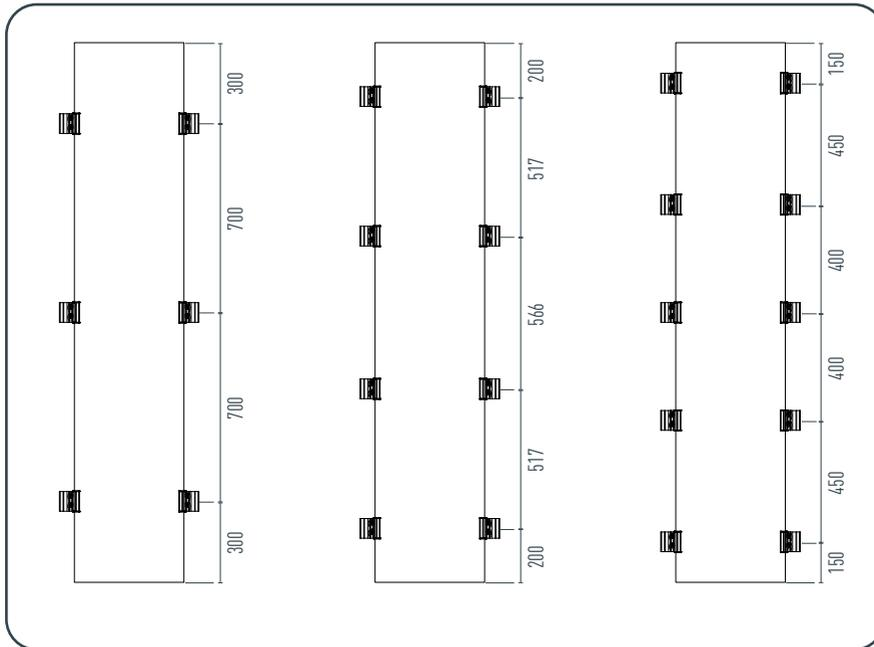

Abbildung 6 • Positionierung der Klemmen
Die Skizze (Abbildung 6) zeigt drei verschiedene Varianten für die Montage des Solarmodul PREFALZ mit 6, 8 oder 10 Befestigungspunkten. Die Darstellung gibt an, in welchem Abstand die Klemmen je nach erforderlicher Variante zu montieren sind.
- Konnektierung der Solarstecker/Buchsen (Bild 6).
- Klebeflächen anschleifen (Bild 6)